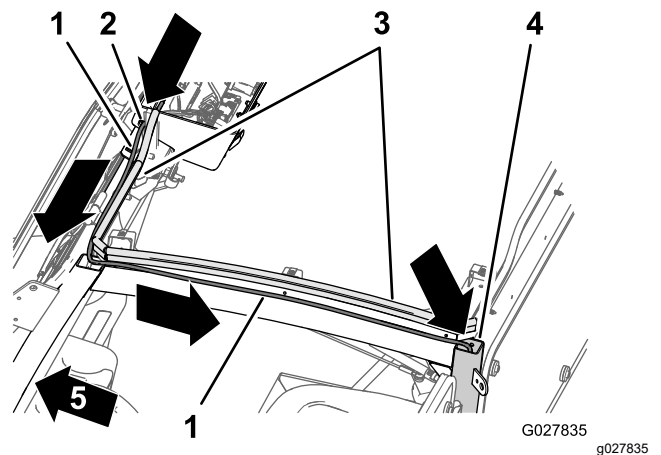

Figure 21
1. Acheminez le flexible vers la gauche de la console de pavillon, le long du joint à boudin à l'avant du cadre de la cabine (Figure 21).
2. Acheminez le flexible vers l'arrière, le long du profilé gauche du cadre de la cabine (Figure 21).